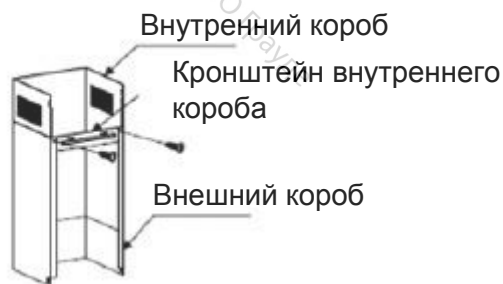

Рисунок 4
6. Установите кронштейн для внешнего короба на внешний короб, убедитесь, что внутренний короб может задвигаться внутрь (см. рис. 4).